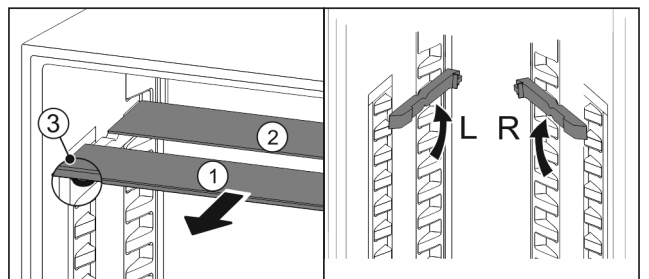

Fig. 50
- estrarre i ripiani di vetro singolarmente tirando in avanti Fig. 50 (1).
- ▷ Il piano in vetro Fig. 50 (1) con il motivo ornamentale è nella parte anteriore.
- ▷ I fermi Fig. 50 (3) sono rivolti verso il basso.